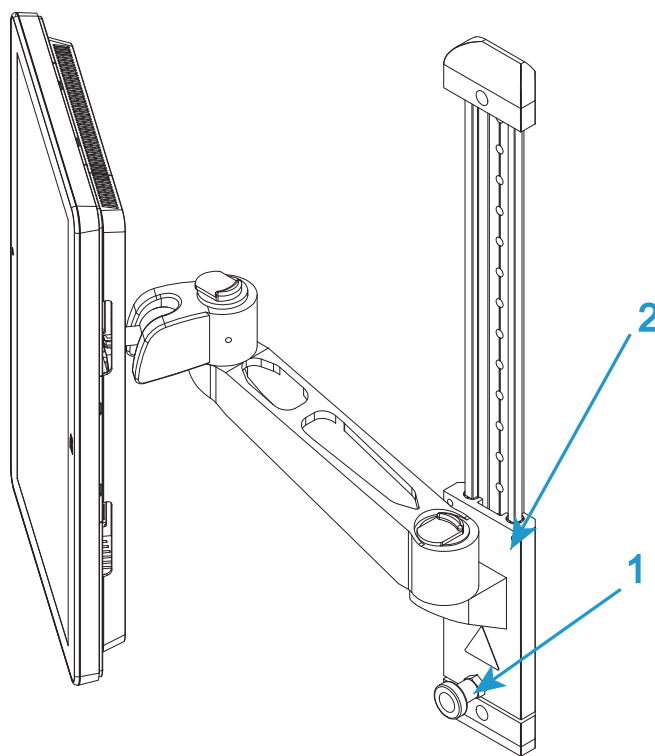

Figure 11. Réglage de la hauteur
1. Vous pouvez régler la hauteur du Tableau de bord de l'opérateur Bluehill® à la convenance de chaque opérateur. Desserrez le verrou (1 dans la Figure 11 à la page 49) et faites glisser le bras de montage (2 dans la Figure 11 à la page 49) à la hauteur souhaitée. Resserrez le verrou.